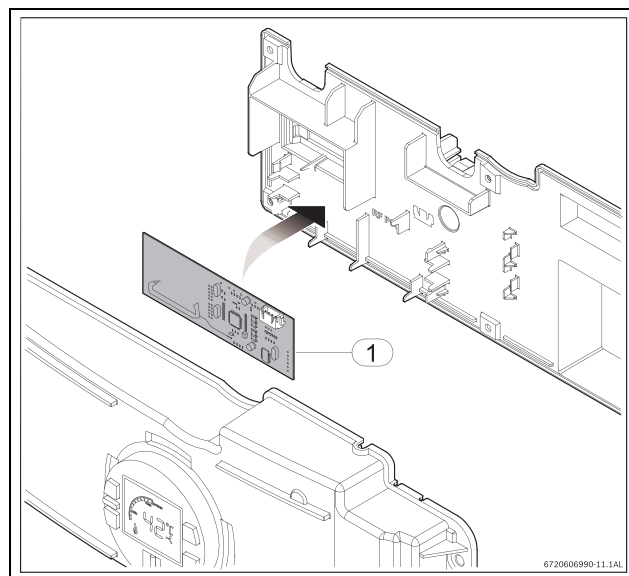

Рис. 4
- ▶ Установите плату ПДУ на задней крышке блока управления, как показано на рис. 4.